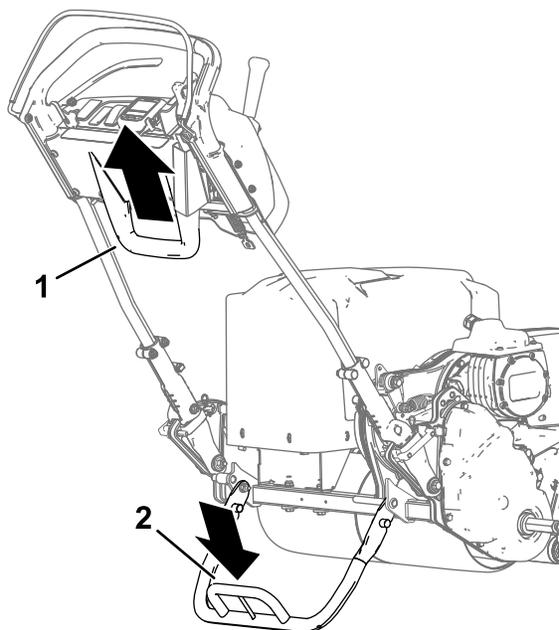

図 21
- 移動走行タイヤの着脱のためにキックスタンドを操作するには、スタンドを床面まで下げ、ループを足で踏みつけた状態のままで、機体下部についているハンドルを持ってマシンを後方に引いてください 図 21。